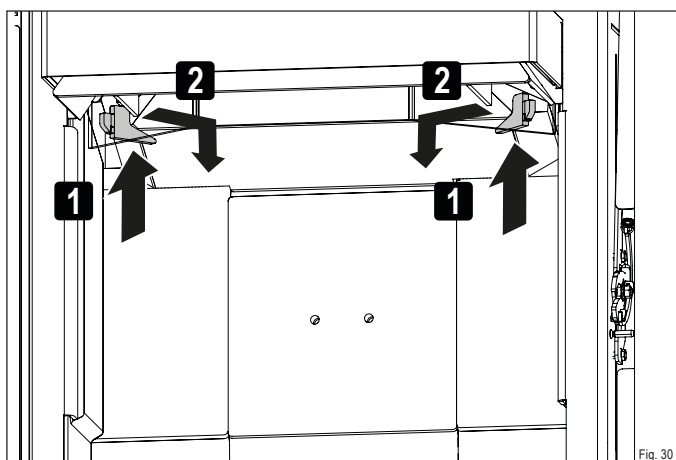

Fig. 30
- Ouvrez les deux butées de pierre thermique supérieure (Fig. 30).